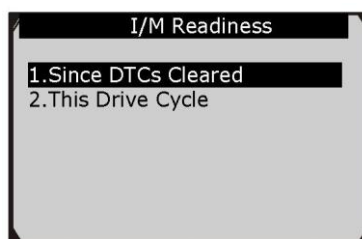

Рисунок 5-21
3) Если автомобиль позволяет выполнять оба типа проверок, на дисплее отображаются два пункта меню с названием соответствующей процедуры проверки. См. рисунок 5-21.